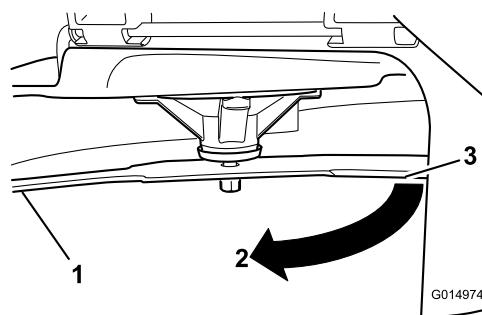

Figura 55
3. Distância medida entre a lâmina e a superfície (A)
4. Rode a mesma lâmina 180 graus para que a extremidade de corte oposta esteja agora na mesma posição (Figura 55).